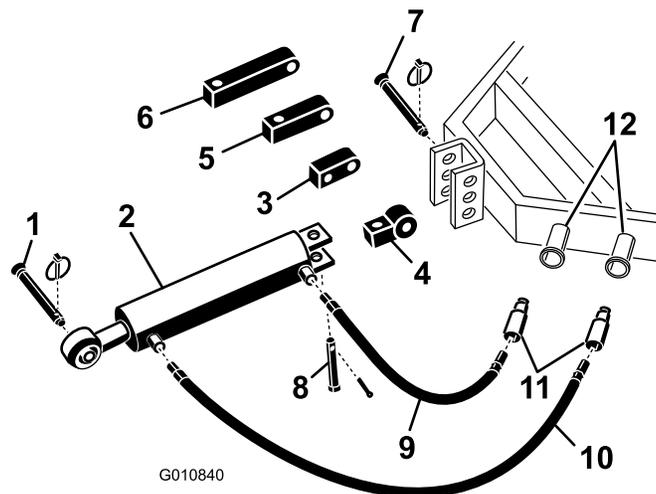

Рисунок 5
1. Прикрепите конец соединительного звена гидравлической верхней тяги к трактору с помощью пальцев, поставляемых с трактором (Рисунок 5). Расположите гидравлическую верхнюю тягу так, чтобы конец штока был обращен к аэратору. Каналы гидроцилиндра должны быть направлены в сторону вспомогательных гидравлических каналов трактора.
- A. Снимите шпильку и палец, которые крепят стандартное соединительное звено к гидроцилиндру (Рисунок 5). Снимите с гидроцилиндра соединительное звено.
- B. Установите на гидроцилиндр поворотный блок с помощью ранее снятых пальцев (Рисунок 5).
2. Подсоедините гидравлический шланг длиной 106 см (3-1/2 фута) к каналу гидравлической верхней тяги, расположенному ближе к аэратору Рисунок 5. Для предотвращения утечек наложите на резьбу шланга тефлоновую ленту или герметик для трубной резьбы.
3. Подсоедините гидравлический шланг длиной 76 см (2-1/2 фута) к каналу гидравлической верхней тяги, расположенному ближе к трактору Рисунок 5. Для предотвращения утечек наложите на резьбу шланга тефлоновую ленту или герметик для трубной резьбы.
Если гидроцилиндр не доходит до монтажного кронштейна аэратора, используйте для подсоединения гидроцилиндра к трактору удлинительный блок вместо стандартного монтажного блока (Рисунок 5).